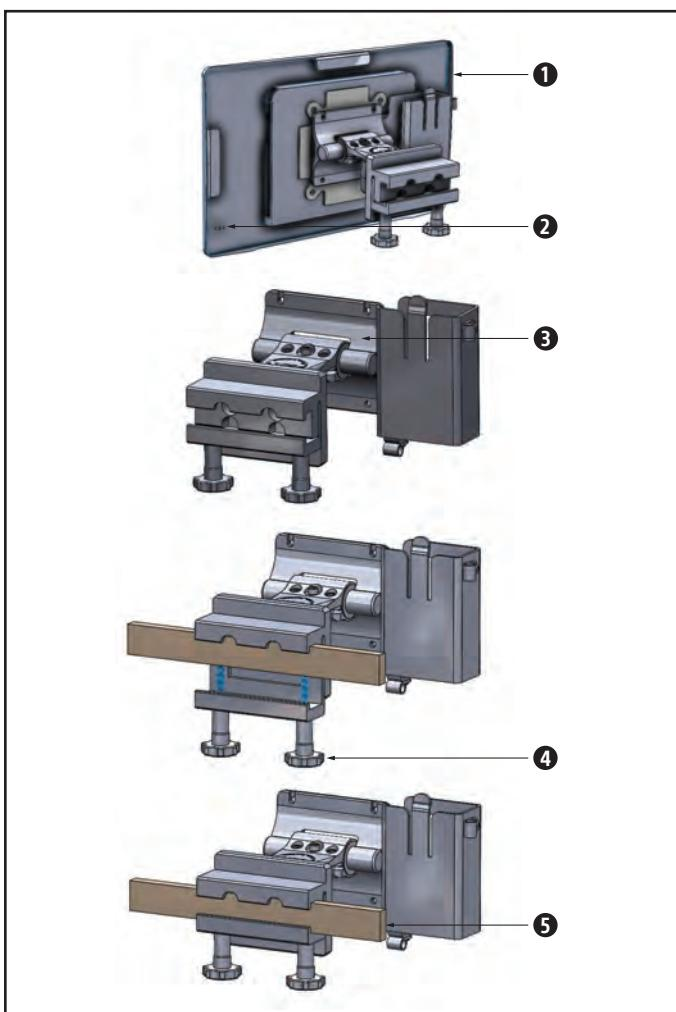

Figure 94. Support de l'écran de la commande de la tablette latérale
2. Si le TSC ne se met pas automatiquement sous tension ou s'il est mis hors tension par inadvertance, utiliser le bouton d'alimentation situé à l'arrière de l'écran tactile du TSC (figure 94) [2].
3. Si le TSC ne se met pas automatiquement hors tension ou est mis sous tension par inadvertance, utiliser le bouton d'alimentation pour le mettre hors tension. Figure 94 [2].
1. Desserrer les molettes [4] sous l'ensemble du support [3] jusqu'à ce que l'ouverture de la pince soit suffisante pour s'adapter au rail de la table patient [5] (les légendes font référence à la figure 94).